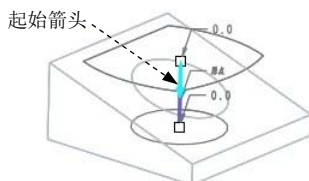

图 5.36.15 切换起始箭头
③ 单击起始箭头切换扫描混合的起始点，切换后的轨迹曲线如图 5.36.15 所示（如箭头与图示位置相符，则无需切换）。